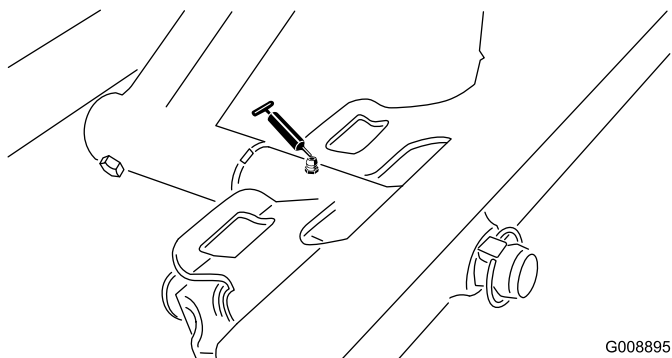

Figura 37
- Pivote de la unidad de corte delantera (Figura 37)